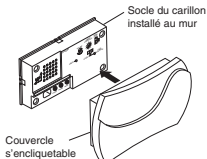

Figure 5
10. Mettez solidement en place le couvercle du carillon sur le socle (voir la Figure 5).
8. Mettez solidement en place le couvercle du carillon sur le socle (voir la Figure 5).
Couvercle encliquetable : Appuyez sur le couvercle jusqu'à ce qu'il s'enclique en place (voir la Figure 5). Pour l'enlever, agrippez fermement le couvercle, puis retirez-le du socle.